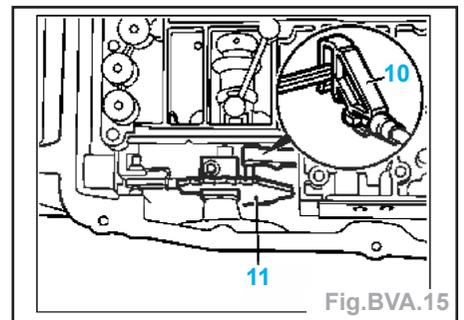

Fig. BVA.15
- Débrancher le connecteur à 13 pôles (26).
- Dévisser la vis de la douille de guidage (22).
- Déposer la douille de guidage (21).
- Enlever le carter d'huile (3).
- Déposer le filtre à huile (5).
- Déposer l'unité de commande électrohydraulique (19).
- Mettre en place le tiroir de sélection dans le toc d'entraînement de la plaque crantée (11) (Fig. BVA.15).
Nota : lors de la mise en place de l'unité de commande électrohydraulique dans le carter de boîte de vitesses, la cale en plastique du tiroir de sélection (10) doit prendre dans l'entraîneur de la plaque crantée (11) (Fig. BVA.15).